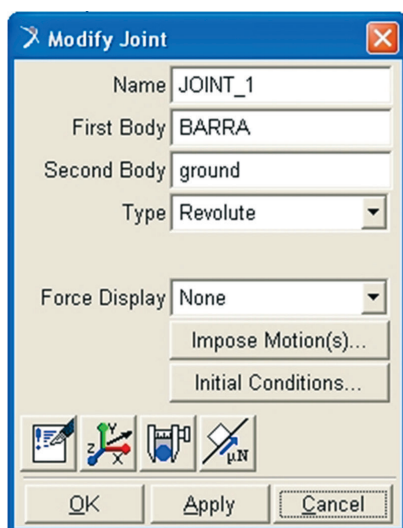

Figura 1.44 – Tela de especificação de grandezas a serem medidas em juntas.
Este tópico apresenta ao usuário como ele deve proceder para escolher as grandezas a serem medidas em juntas. Sobre a junta, clique com o botão direito do mouse, selecione o elemento *Joint: JOINT\_1* (após os dois-pontos, é especificado o nome do elemento, item 1.3.5); movimente o cursor em direção à seta situada ao final da opção e escolha a opção *Measure*. A tela correspondente a essa opção é apresentada na Figura 1.44.